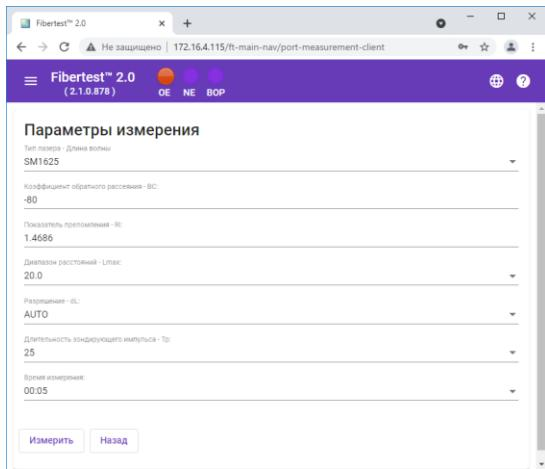

Рисунок 16-29.
2.7. Пункт меню трассы «Измерение (Client)». Происходит переход в окно **Рисунок 16-29** где пользователь задает параметры измерения. После окончания измерения в вэб-браузере откроется новое окно, в котором отобразится измеренная рефлектометрия.